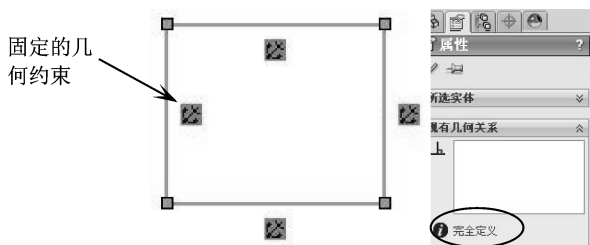

图 2-159 完全定义的草图状态
- 完全定义：所有实体呈黑色，即草图的位置由尺寸和几何关系完全固定，如图 2-159 所示。